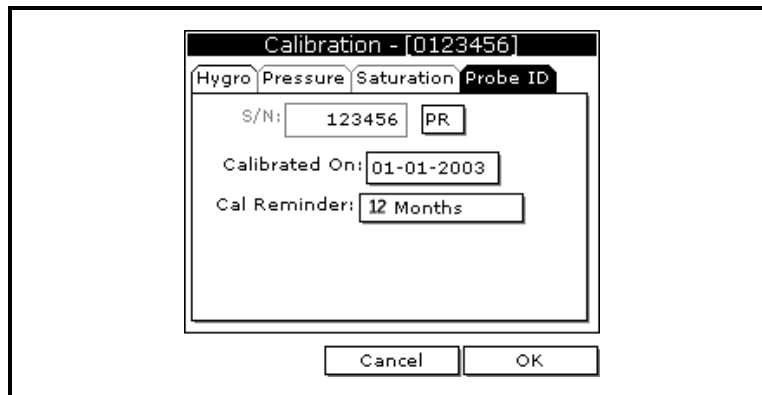

Figura 1-4: La ventana Probe ID
4. Use las teclas de flecha para desplazarse a **Probe ID** y pulse [ENTER]. Aparece una pantalla similar a la Figura 1-4 a continuación.